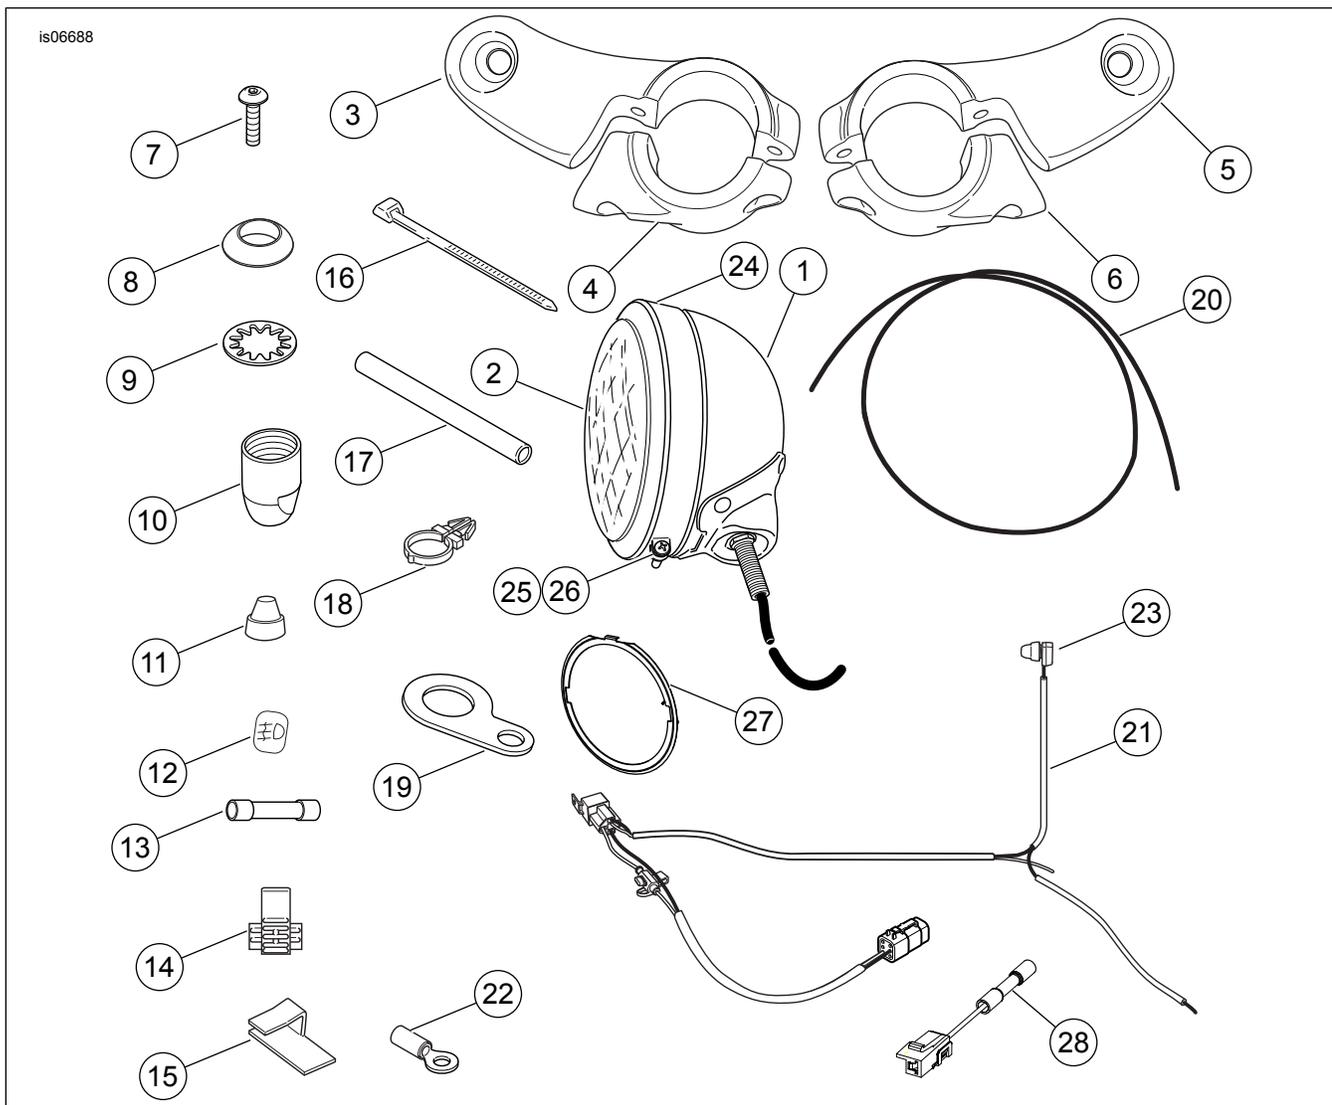

Figura 10. Piezas de servicio: Kit cromado de la luz auxiliar
- Vea Figura 10. Localice el anillo decorativo exterior (24), el anillo de alojamiento interior (27), el tornillo (25) y la tuerca (26).
12. **Modelos Softail de 2011 y posteriores:** Conecte el conector Deutsch de 6 patillas al conector de 6 patillas de diagnósticos/P&A en el arnés del vehículo. **Todos los modelos de 2003 y anteriores:** Corte el conector de 6 patillas del arnés. Instale un terminal de anillo del kit en el cable conductor blanco de alimentación y conéctelo al terminal del espárrago de cobre (BAT) del disyuntor principal. **Todos los modelos de 2004 y posteriores excepto los modelos Softail de 2011 y posteriores:** Corte el conector de 6 patillas del arnés. Empalme el arnés de puente del B+ (artículo 28, Figura 10) al cable conductor blanco de alimentación y conecte el puente al conector B+ del arnés. Vea la sección CONECTORES DE EMPALME SELLADO en el Manual de servicio.
13. **Todos los modelos excepto los modelos Softail 2011 y posteriores:** Instale un terminal de anillo del kit en el cable negro conductor a tierra del arnés. Conecte el cable negro de la conexión a tierra (2) con el terminal de anillo al espárrago de la conexión a tierra debajo del asiento o en cualquier buen punto de conexión a tierra eléctrica. Asegure el arnés del kit a los arneses adyacentes con correas de cables (artículo 16, Figura 10).
15. Vea Figura 10. Obtenga del kit la pieza de soporte de montaje del interruptor (artículo 19). Quite la funda del interruptor de la luz e instale el interruptor en la pieza de soporte. Vuelva a colocar la funda en el interruptor.
Si la funda se desgasta, se daña o se extravía, reemplace la funda para evitar que la humedad entre en el interruptor. Vea Figura 10 (artículo 11).
17. Vea Figura 10. Asegure la pata del interruptor de la luz del arnés al manillar usando los retenes del arnés de cables (artículo 18) según sea necesario. Encaje los retenes dentro de los agujeros en el manillar.
27. Vea Figura 10. Asegure los cables a la pieza de soporte inferior de la dirección de la horquilla, usando las presillas con respaldo adhesivo (15) del kit.